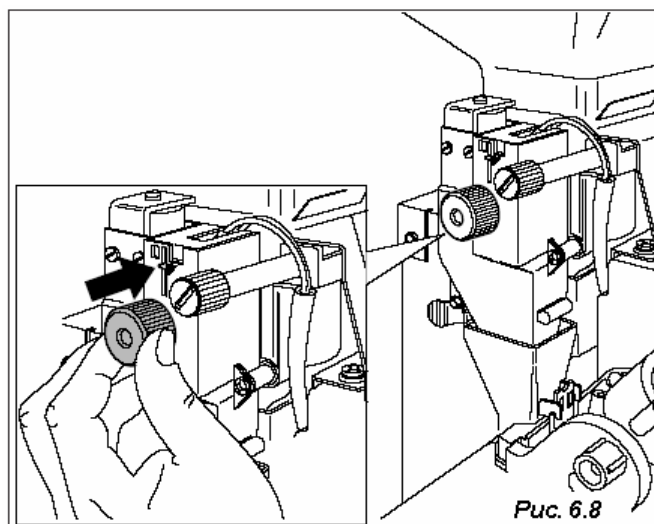

Рис. 6.8
- **Изменение веса порции молотого кофе:** производится с помощью регулятора на измерительном устройстве (Рис. 6.8).
Вес порции можно контролировать по контрольным меткам на корпусе измерительного устройства (см. Рис. 6.8).